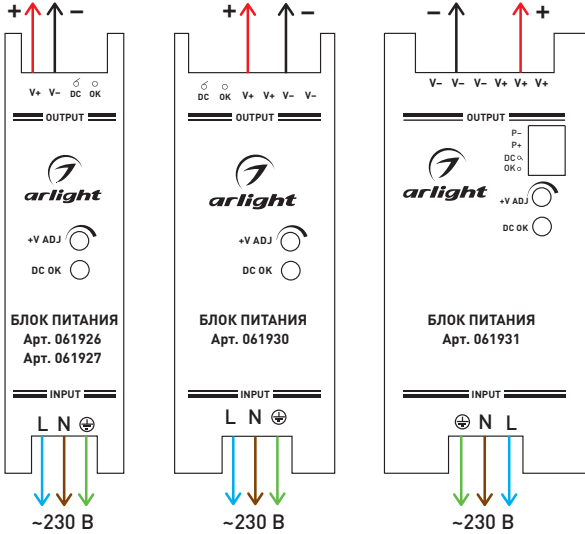

Рис. 1. Схемы подключения источников напряжения
- 3.5. Подключите входные провода источника напряжения к обесточенной электросети, соблюдая маркировку: L (фазовый) — коричневый провод, N (нулевой) — синий провод, PE (заземление) — желто-зеленый (рис. 1.).